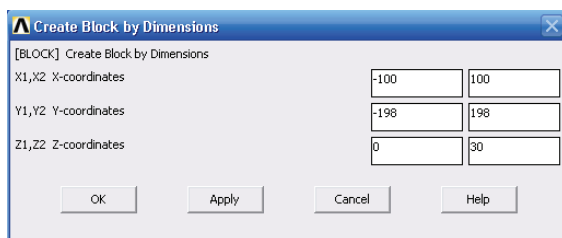

图 2-53 创建块体对话框
5) 选择 Main Menu | Preprocessor | Modeling | Create | Volumes | Block | By Dimensions 命令, 出现 Create Block by Dimensions 对话框, 在 X1,X2 输入栏中输入 -100, 100, 在 Y1,Y2 Y-coordinates 输入栏中输入 -198, 198, 在 Z1,Z2 Z-coordinates 输入栏中输入 0, 30, 如图 2-53 所示, 单击 OK 按钮关闭该对话框。